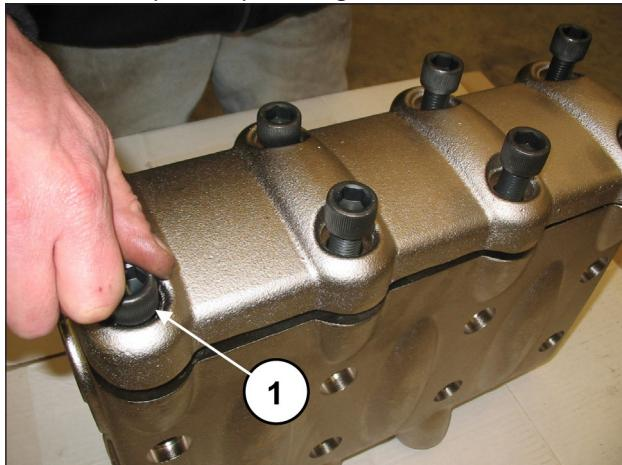

Fig. 78
Svitare le 8 viti M16x55 del coperchio valvole (pos. ①, Fig. 78) e